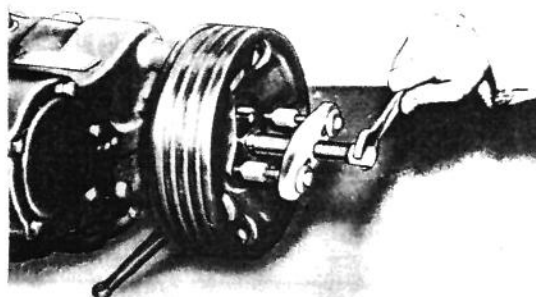

Fig. 231
- extraia o garfo da junta universal e o tambor do freio com a ferramenta W-172 (veja a fig. 231)